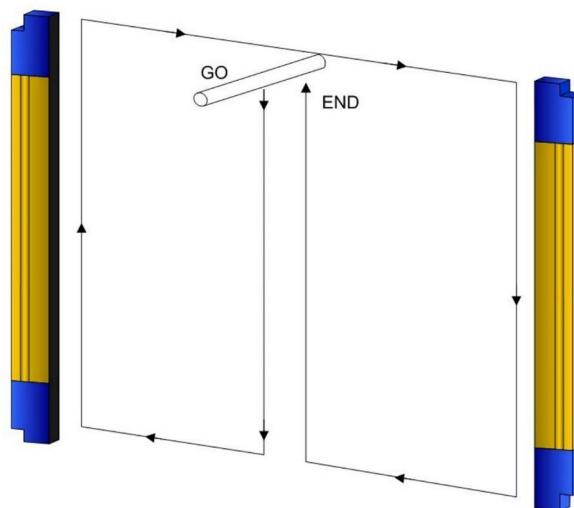

Figura 12 – Path of the test piece
- el ESPE permanezca en la condición PROTECCIÓN, interceptando los rayos en el área protegida, al utilizarse la pieza de prueba específica (TP-14, TP-30), según el esquema en la Figura 12.